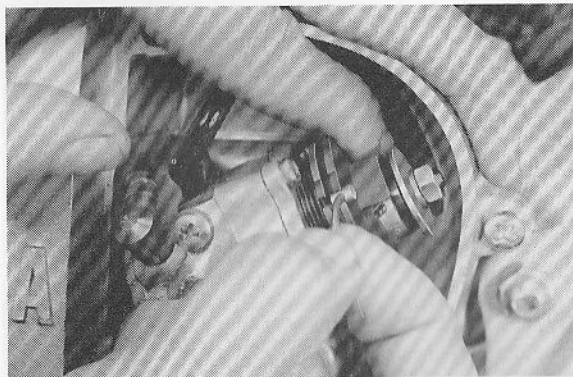

Fig. 3-1-10
3. Rotate pump pulley to full throttle position and remove wire end from pulley seat. (Fig. 3-1-10)
3. Tourner la poulie de pompe à accélération maximale et enlever l'embout de câble du siège de poulie. (Fig. 3-1-10)